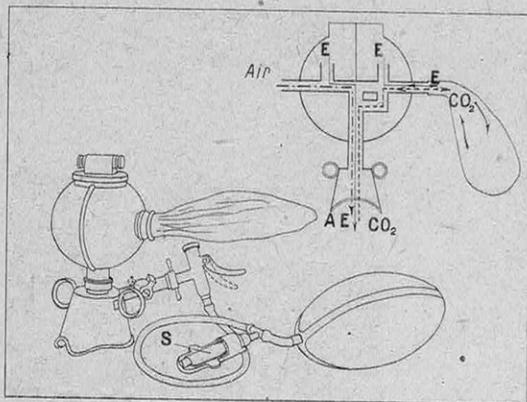

FIG. 3. — APPAREIL D'OMBREDANNE MUNI D'UN SYSTÈME PERMETTANT L'ADDITION DE GAZ CARBONIQUE (DISPOSITIF DE B. DESPLAS AVEC « SPARKLET » ET BALLON DÉTENDEUR)
La *narcose semi-close* qui était la plus utilisée, grâce au merveilleux appareil du professeur Ombrédanne (1) (fig. 3), reste encore la méthode la plus employée. Le sujet n'est plus librement en communication avec le milieu extérieur. Sa face est recouverte d'un masque qui recueille son expiration pour la conduire vers un ballon fixé à côté du générateur d'éther. Dès lors, à chaque nouvelle inspiration, le sujet reprend une partie de ses expirations précédentes, c'est-à-dire que l'inhalation sera appauvrie en oxygène, puisqu'une partie de l'inspiration est occupée par le gaz carbonique, déchet expiratoire recueilli par le ballon. *Suboxygénation* (diminution de la quantité d'oxygène) et *enrichissement en gaz carbonique* vont modifier la respiration du sujet, la première en augmentant sa fréquence, la seconde en augmentant son amplitude. On conçoit les avantages de cette méthode, car elle facilite l'introduction de vapeurs d'éther irritantes et à qui le poumon « bouderait » volontiers.